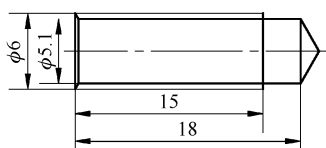

图 11-50 螺纹孔 M6 尺寸
Step 10 绘制螺纹孔 M6 轮廓线: 分别切换“轮廓 - 粗实线”、“轮廓 - 细实线”图层。调用“直线”、“复制”、“偏移”等命令, 绘制 $C-C$ 剖视图螺纹孔 M6 轮廓线。螺纹孔 M6 尺寸如图 11-50 所示。